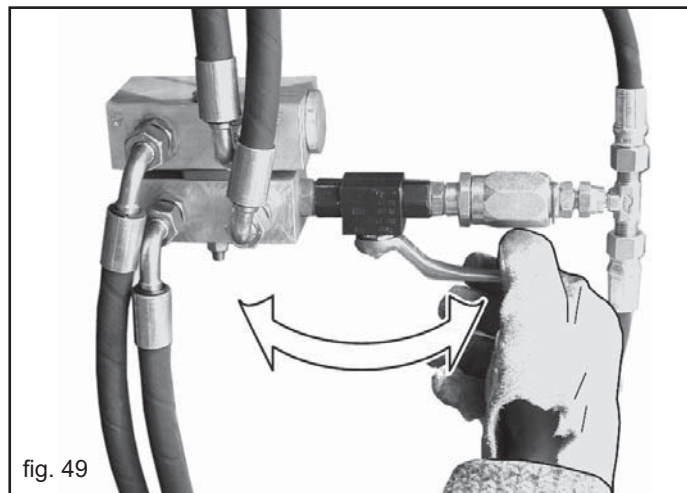

fig. 49
**WICHTIG!** Bei den Ausführungen Gezogen wird die Anlage gemeinsam mit dem hinteren Wagen genutzt und beide werden durch den gleichen Verteiler des Schleppers angetrieben. Ein im hinteren Maschinenbereich angebrachtes Ventil erlaubt das Öffnen und Schließen des Eggenkreises entsprechend den Anforderungen (Abb. 49).
Bei der Anwendung einer hinteren Saatgutabdeckegge in Arbeitsposition ist es beim Ausschluss des Kreises derselben mittels des Ventils (Abb. 49) während der Manövrierphasen unbedingt erforderlich, die Sämaschine komplett hochzufahren.
**Bei abgesenkter Egge und mittels des Ventils geschlossenen Kreis (Abb. 49) ist es unbedingt erforderlich, die Sämaschine beim Manövrieren komplett hochzufahren.**